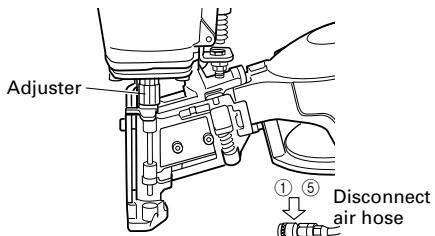

Fig. 8
① DISCONNECT AIR HOSE FROM NAILER (Fig. 8)